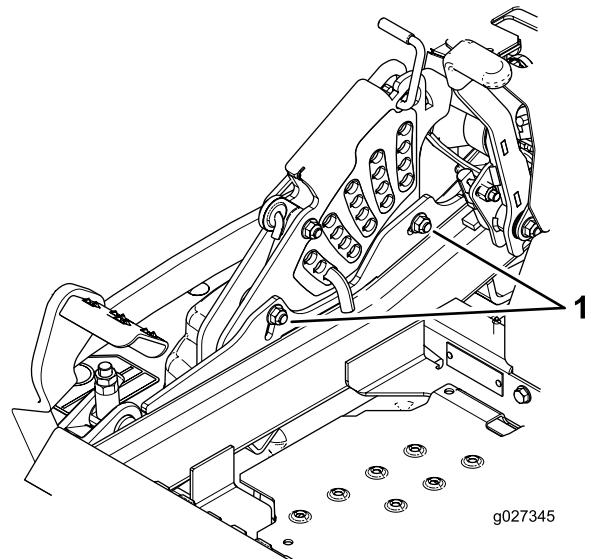

Figure 92
11. Pour régler le système monopoint, desserrez les 2 boulons au bas de la plaque de hauteur de coupe (Figure 92).
13. Serrez les 2 boulons au bas de la plaque de hauteur de coupe (Figure 92). T